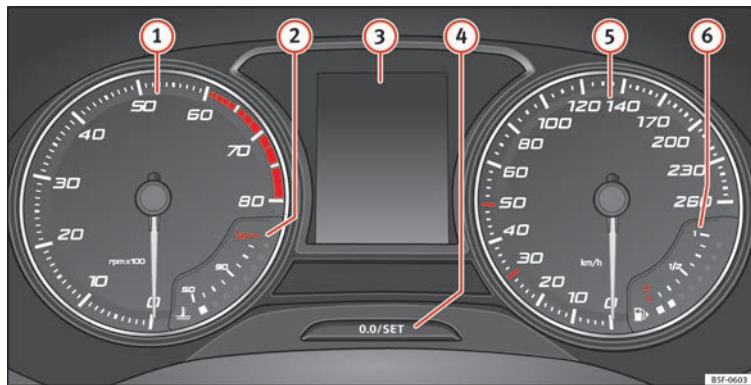

Fig. 120 Cuadro de instrumentos en el tablero de instrumentos.
»» fig. 120:
El cuentarrevoluciones muestra el régimen de revoluciones del motor por minuto **» fig. 120 ①**.
La aguja del cuentarrevoluciones **①** **» fig. 120** sólo deberá alcanzar la zona roja durante un breve período de tiempo, de lo contrario corre el peligro de sufrir daños en el motor.
Al conectar el encendido, en la pantalla del cuadro de instrumentos **» fig. 120 ③** puede
- Pulse brevemente el botón »» **fig. 120**  para restablecer el cuentakilómetros parcial a 0.
- Para ajustar la hora, mantenga pulsado el botón »» **fig. 120**  durante más de 3 segundos para seleccionar el indicador de horas o bien de minutos.
Mantenga pulsado el botón »» **fig. 120** ④ durante más de 15 segundos para visualizar las letras distintivas del motor (MKB) del vehículo. Para ello, el encendido debe estar conectado y el motor apagado.